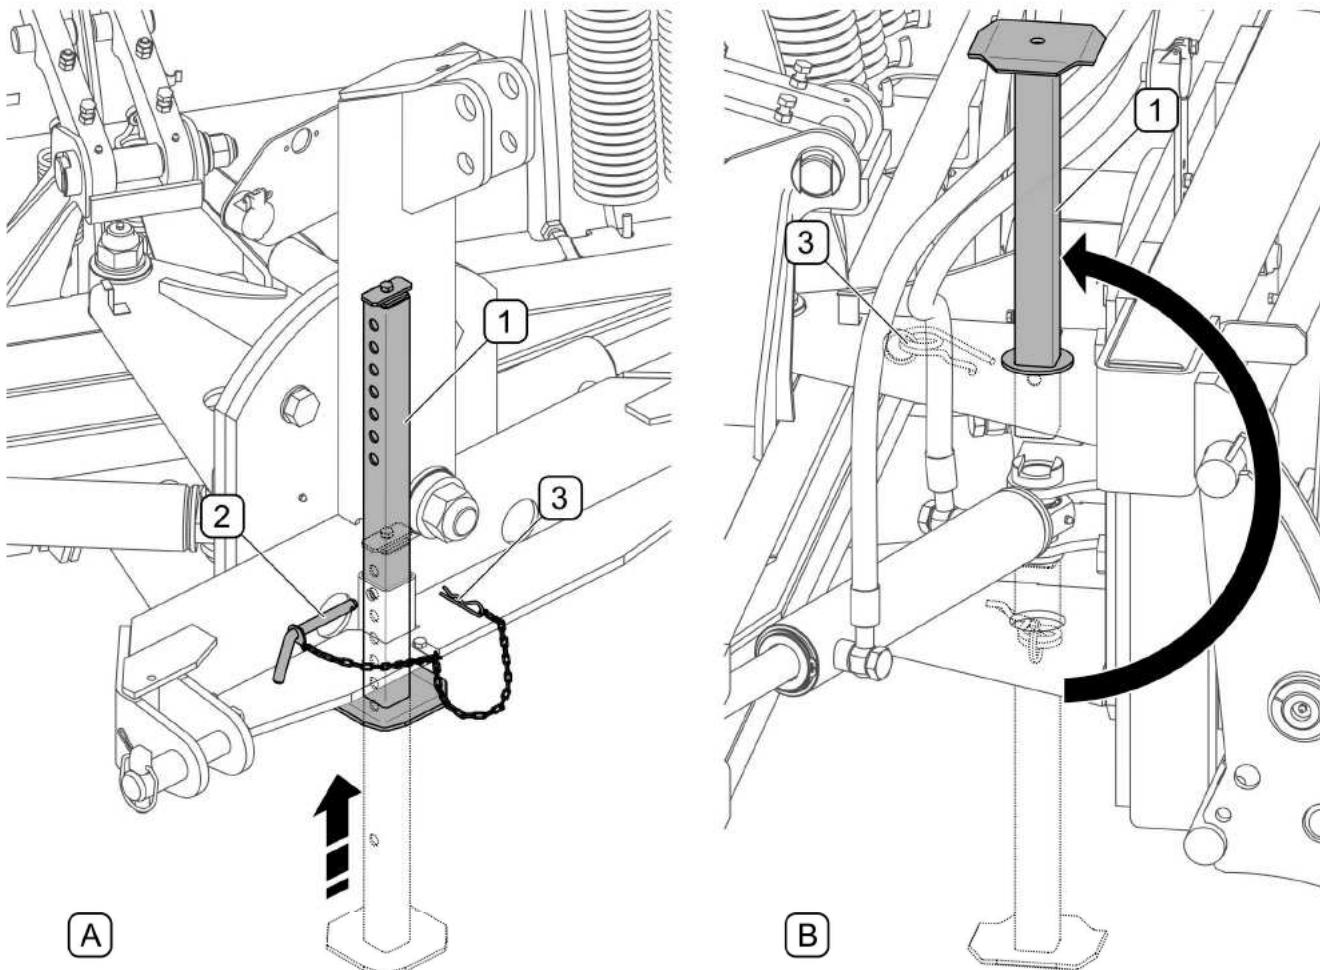

РИСУНОК 4.4 Подъем стояночной опоры
- опустить стрелу-манипулятор и повернуть рамку вниз (A) таким образом, чтобы места крепления на рамке быстрого крепежа оказались ниже места крепления в снегоуборочном оборудовании;
- поднять стрелу (B), зацепляя места крепления за крюки плуга, и, управляя стрелой погрузчика, отклонить рамку назад (C), вызывая тем самым блокировку быстроразъемного соединения;
- поднять стояночную опору (РИСУНОК 4.4)
(1)- опора; (2)- шкворень; (3)- страховочная чека
В плугах с трехточечной системой навески (качающейся) кат. II-III (A) после завершения навешивания плуга на базовое транспортное средство необходимо передвинуть стояночную опору (1) вверх по направляющей (РИСУНОК 4.4) и зафиксировать ее положение при помощи шплинта (2) и страховочной чеки (3).
В плугах с качающейся трехточечной системой навески (напр. с трехточечной системой навески кат. II , для погрузчика ŁC-1650 и EURO-SMS) после завершения навешивания плуга на базовое транспортное средство необходимо извлечь опору, вставленную в нижнее отверстие рамы гидроцилиндров, перевернуть, вставить в верхнее отверстие в раме (РИСУНОК 4.4) и зафиксировать чекой (3).